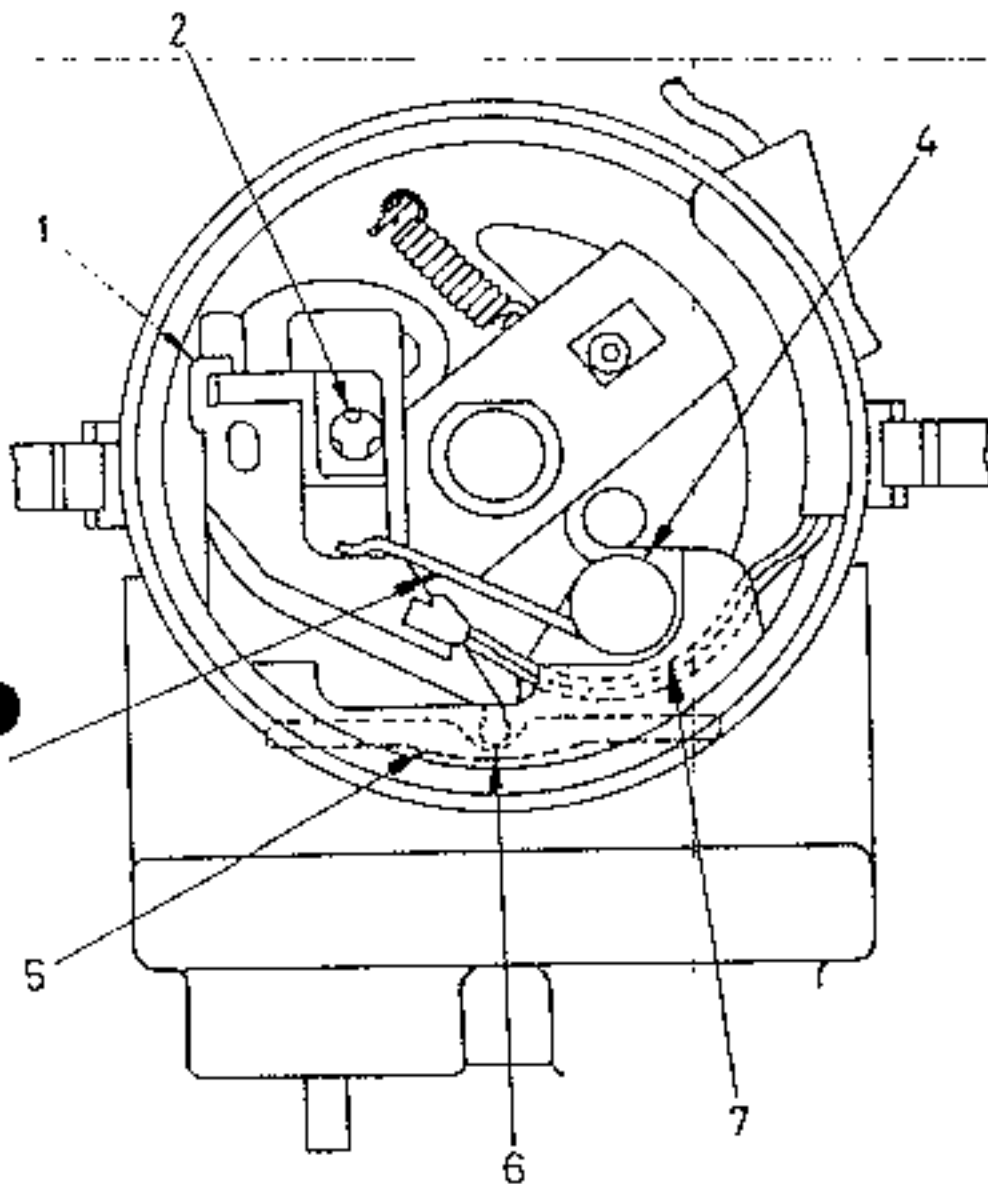

Bild 56 Ansicht des Zündverteilers bei abgenommener Verteilerkappe.
- Falls die Unterdruckdose erneuert wurde und der ursprüngliche Induktivgeber wieder verwendet, ist die mit der Unterdruckdose mitgelieferte Schraube mit der ursprünglichen Scheibe zu verwenden (Bild 56). Induktivgeber an der Halterung der Unterdruckdose ansetzen, aber darauf achten, dass der Führungsstift des Gebers einwandfrei eingreift. Feder des Gebers anbringen und die Leitungen um den Drehstift der Feder herum anordnen. Gummitülle eindrücken und kontrollieren, dass die Leitungen nicht das Sternrad berühren können.